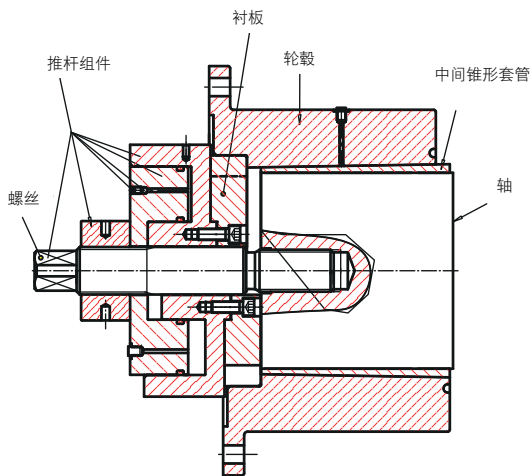

图 3: 带锥形套管的连接件，具有典型的液压安装/拆卸布置
- 3.6 将推动器组件安装到轴端，直到接触轮毂（图 3）。确认推杆的行程将适应每张图纸所需的上拉。